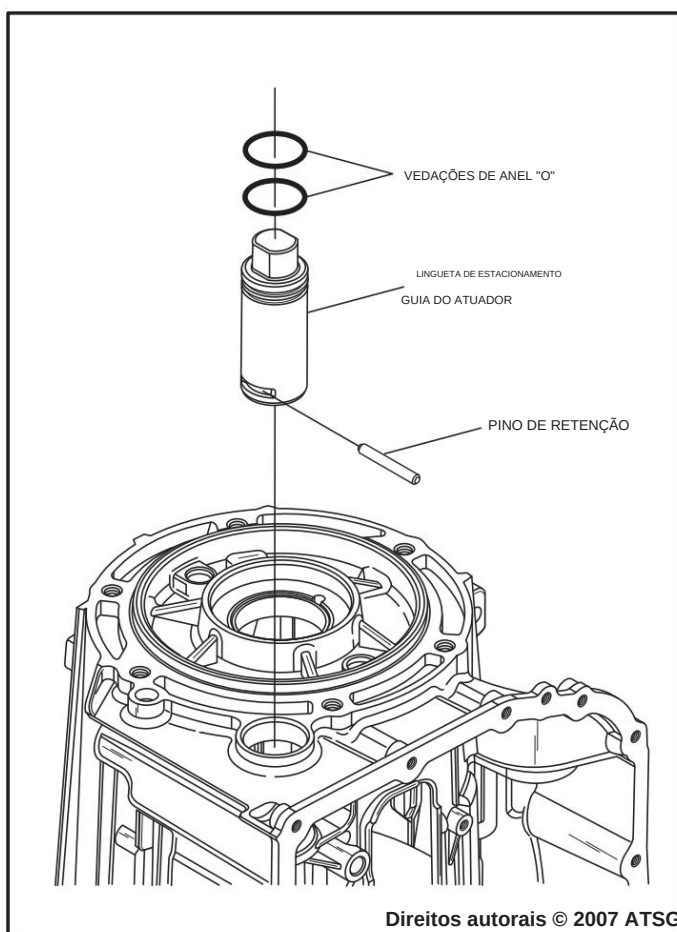

Figura 56
7. Remova a retenção da guia do atuador da lingueta de estacionamento pino e guia do atuador, conforme mostrado na Figura 56.
10. Instale a guia do atuador da lingueta de estacionamento, conforme mostrado na Figura 56, certificando-se de não danificar os anéis de vedação "O".
11. Instale o pino de retenção da guia do atuador na caixa, conforme mostrado na Figura 56.